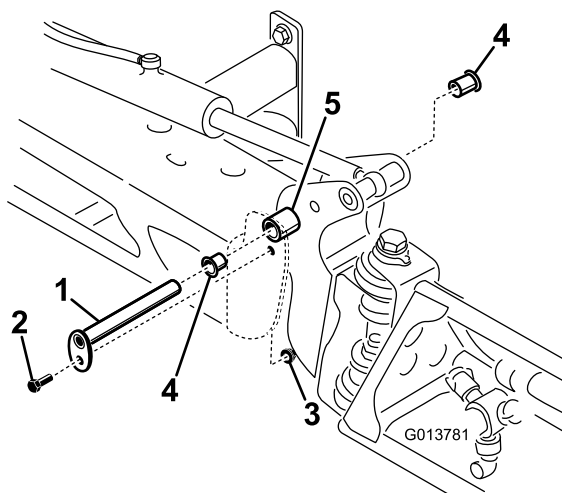

Рисунок 98
- Поддерживая стрелу, отверните болт и гайку крепления оси поворота к узлу стрелы (Рисунок 98).
- Снимите ось поворота (Рисунок 98).
- Снимите и осмотрите нейлоновые втулки с передней и задней сторон кронштейна шарнира (Рисунок 98).
- Установите стрелу и кронштейн поворота в сборе в центральную раму, совместив отверстия (Рисунок 98).